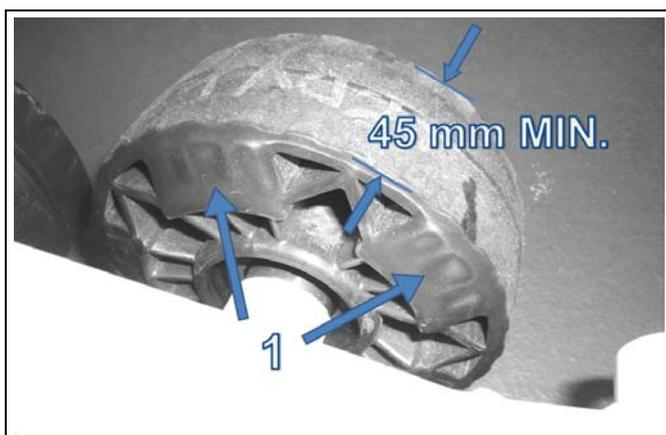

Figure 34
Vérifier l'usure des roulettes par la bande de contact intérieure (1). Si la bande est perforée et/ou la largeur de la roulette est inférieure à 45mm, remplacer la roulette. Elle n'offre plus un support adéquat à la chenille et les guides peuvent s'user prématurément. Référez-vous à la Figure 34.